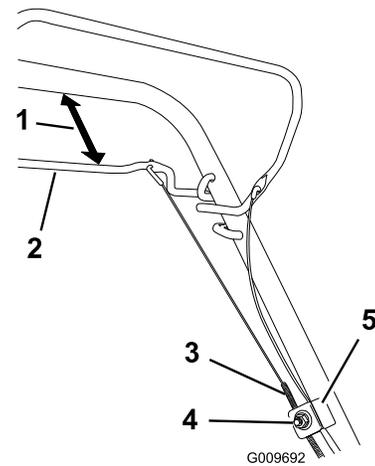

Figura 25
1. Desaperte a porca de suporte do cabo (Figura 25).
2. Fixe a alavanca auto-propulsora a 25 a 38 mm do manípulo (Figura 25).
3. Puxe o invólucro do cabo (para o cortador) até não haver folga no cabo (Figura 25).